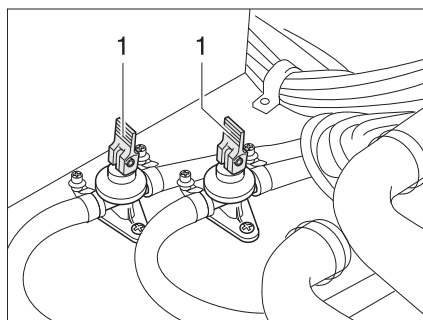

Fig. 125 Llaves de desagüe
- Cerrar las llaves de desagüe. Colocar para ello los balancines (Fig. 125,1) en posición horizontal.
- Abrir las llaves de desagüe (Fig. 125). Colocar para ello los balancines (Fig. 125,1) en posición vertical. La caldera se vacía hacia fuera a través de las llaves de desagüe.